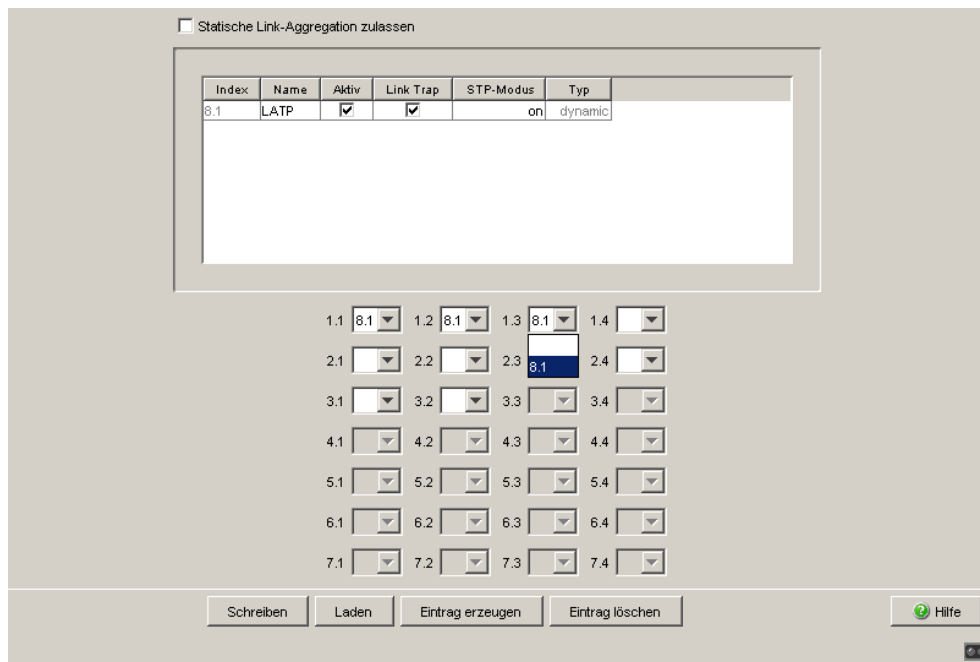

Abb. 5: Ports der Link Aggregation zuweisen
- Weisen Sie nun den an der Link-Aggregation teilnehmenden Ports 1.1, 1.2 und 1.3 den Index der Link-Aggregation-Verbindung LATP (8.1) zu (siehe Abbildung 5).